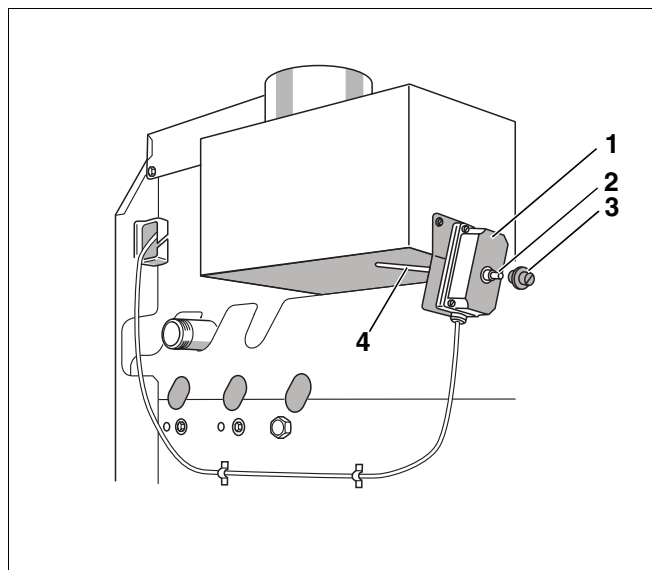

Fig. 35 Verificați sistemul AW 10 gazelor de ardere
- Deșurubați (Fig. 35, **Poz. 1**) sistemul de supraveghere al gazelor de evacuare de la siguranța curentului.
- Păstrați senzorul de temperatură al gazelor de evacuare (Fig. 35, **Poz. 4**) în timp ce arzătorul funcționează în miezul debitului gazelor de ardere.
- Montați din nou (Fig. 35, **Poz. 1**) sistemul de supraveghere al gazelor de evacuare.
- După ca. 2 minute îndepărtați capacul de (Fig. 35, **Poz. 3**) protecție și apăsați tare (Fig. 35, **Poz. 2**) comutatorul de deschidere.